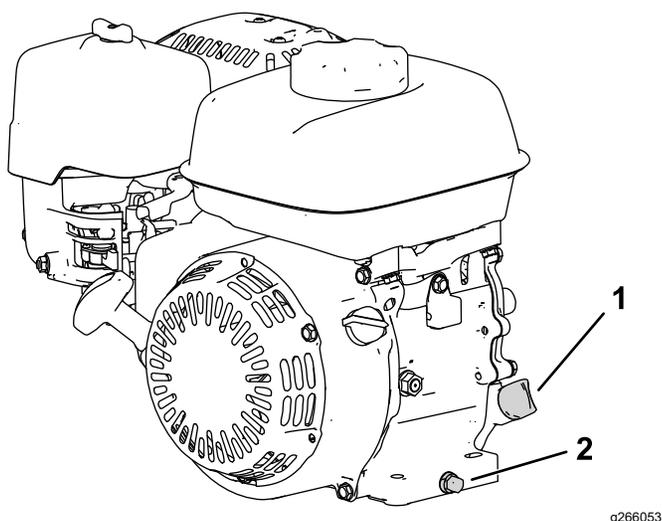

图 25
2. 调整机器使发动机保持水平并清洁加油管周围的区域 图 25。
3. 取出排油塞、垫圈和量油尺 图 25。